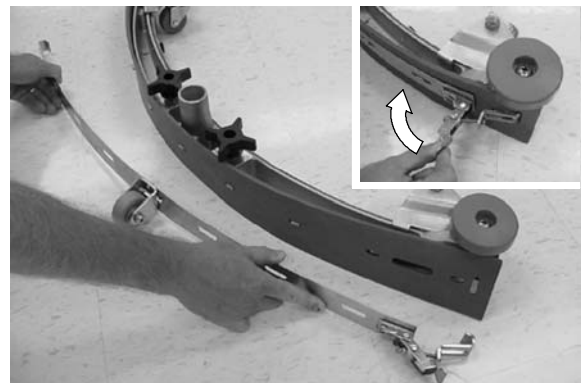

FIG. 44
- Détachez l'agrafe de la bande et retirez la bande du bloc de racloir (Figure 44).